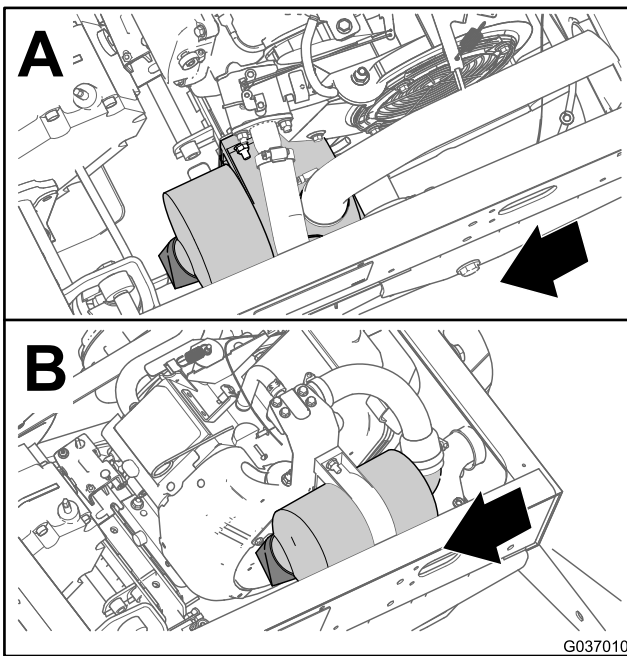
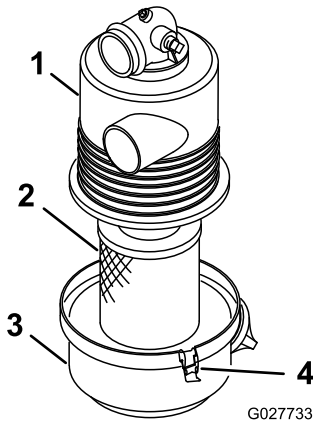

Figura 29
Figura 30
2. Verifique se existe algum dano no corpo do filtro de ar que possa provocar uma fuga de ar (Figura 29 e Figura 30).
3. Insira o elemento do filtro de ar na caixa do filtro (Figura 30).
4. Alinhe a cobertura do filtro do ar com a caixa (Figura 30).
5. Prenda a cobertura à caixa com as patilhas (Figura 30).
3. Liberte os trincos que fixam a cobertura do filtro de ar à respetiva caixa (Figura 30).
4. Separe a cobertura do filtro de ar da caixa e limpe o interior da cobertura (Figura 30).